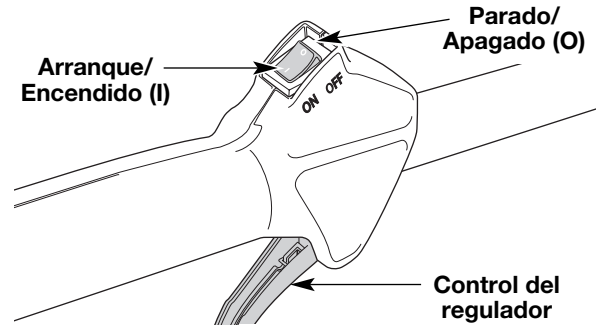

Fig. 6
2. Coloque el control de encendido y apagado en posición de **APAGADO (O)** (Fig. 6).